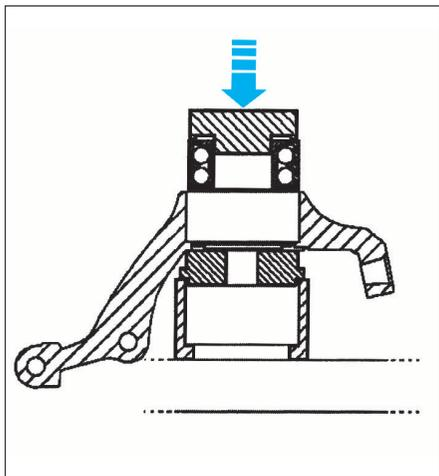

FIG. 14
- engager le roulement neuf dans le pivot en prenant appui, depuis l'extérieur du pivot, sur sa bague extérieure avec un mandrin de 70 mm de diamètre extérieur (Fig.14).